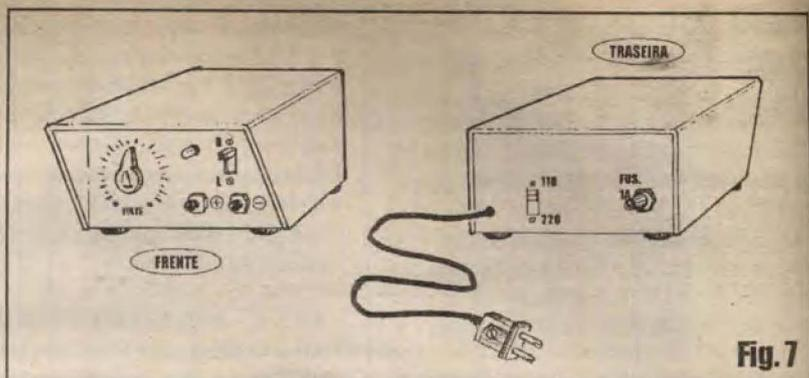

Fig. 7
**- FIG. 7 - O ACABAMENTO DA FERB**... A utilização em bancada não exige *luxo* no acabamento de montagens, contudo um pouco de capricho poderá favorecer o aspecto profissional da caixa da FERB,